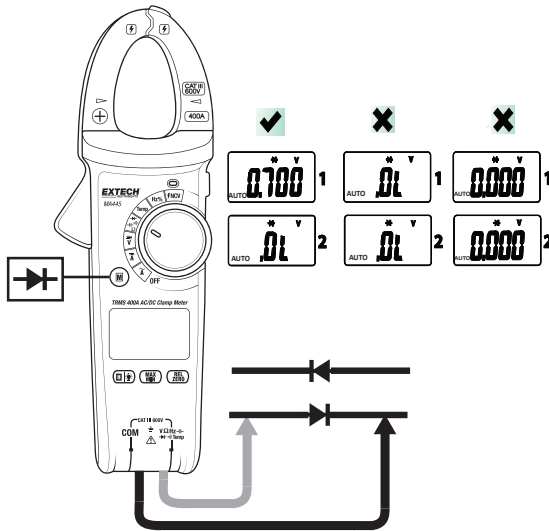

图 10 – 测试二极管
3. 将黑色测试引线香蕉插头插入负极 (COM) 插孔内，并将红色测试引线香蕉插头插入正极 (V) 插孔内。请参阅图 10。